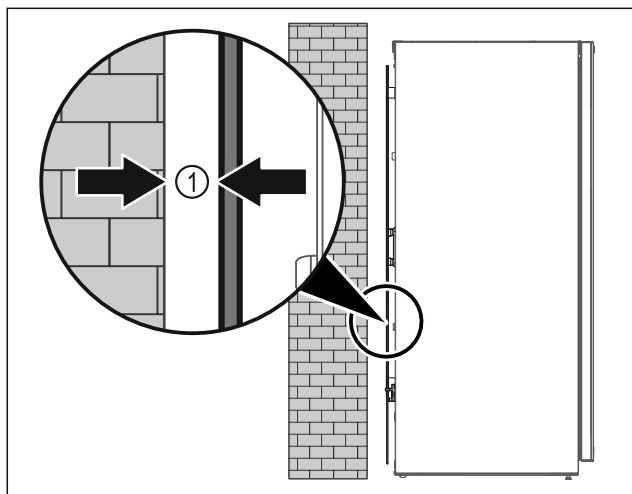

Fig. 5
- ▶ Still opp apparatet enten fritt i rommet eller direkte på en vegg med en minimumsavstand på 5 mm Fig. 5 (1).